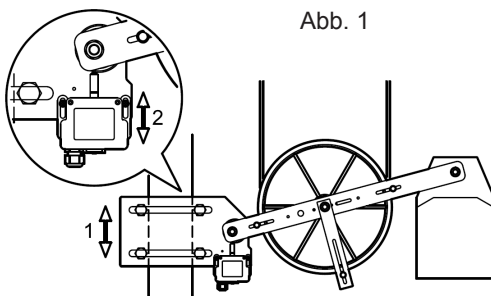
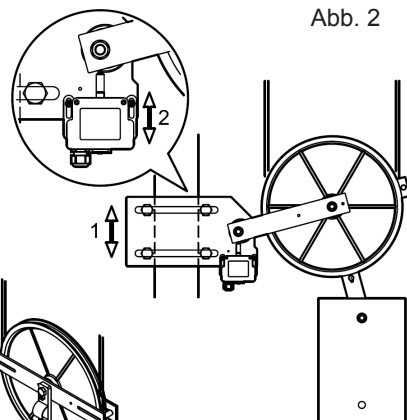

Abb. 1
Abb. 2
- Anbauhalterung des Spanngewichtes so verstellen, daß der Sicherheitsschalter nicht betätigt wird (Abb. 1 und Abb. 2, Pos. 1).
- Stellen Sie am Sicherheitsschalter die anschlussposition an den Schlitzen in vertikaler Richtung ein (Abb,1 und Abb.2, Pos.2).
- desplazar la brida de fijación del tensor con contrapeso para que no se accione el interruptor de seguridad (Fig. 1 y Fig. 2, Pos. 1).
- En el interruptor de seguridad regular la posición de la conexión de las ranuras en dirección vertical (Fig.1 e Fig.2, pos.2).